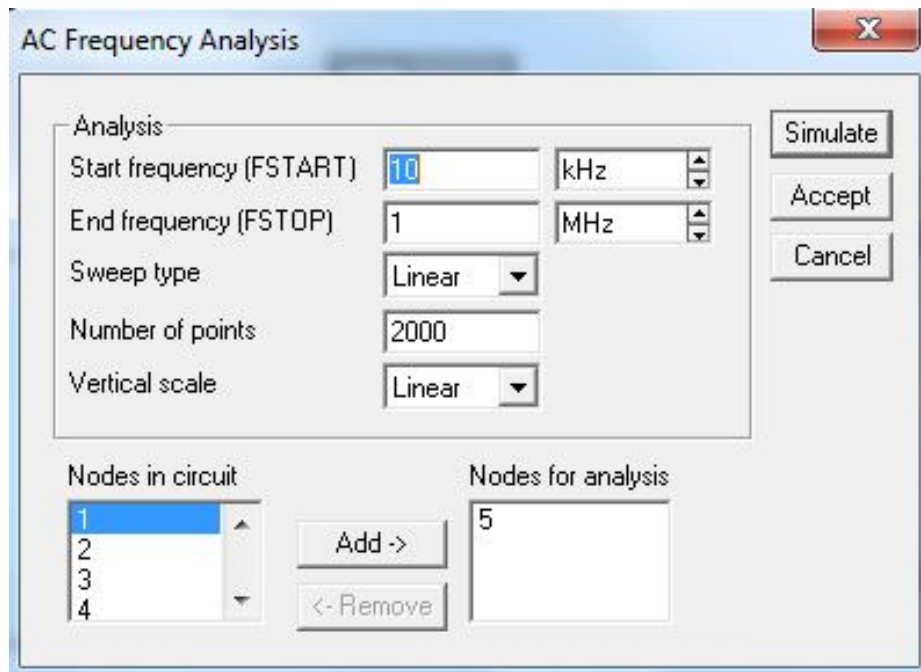

Рисунок 4.19 – Вікно аналізу та введення параметрів
4. Виконати вимірювання за змінним струмом за допомогою команди **Analysis/AC Frequency** (рис. 4.19).
4.2. Натиснути кнопку *Simulate* (рис. 4.19).